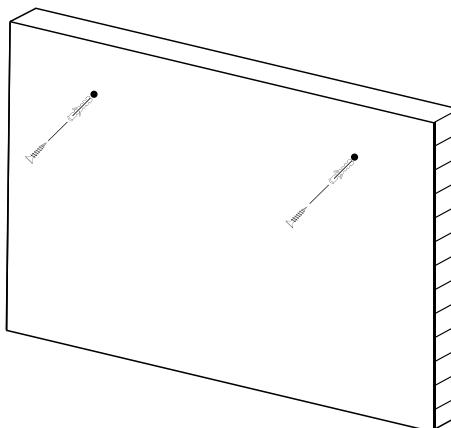
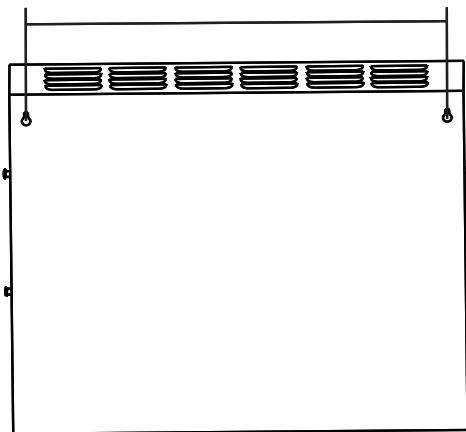

Figura 1
Figura 2
1. Taladre los agujeros ( $\varnothing$  7 mm) en la pared según Figura 1 y Figura 2. La distancia entre los agujeros debe ser 586 mm.
3. Poner el aparato en posición, las 2 ranuras (ver Figura 2) en la parte posterior de la chimenea se ajustarán sobre los 2 tornillos que sobresalen de la pared. Asegúrese de que el fuego esté nivelado.